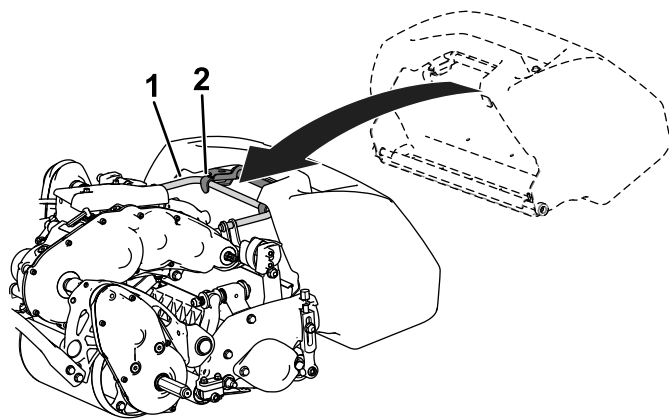

図 4
2. バスケットのリップ部をカッティングユニットの左右のサイドプレート中央部に合わせて前ローラの上にセットする 図 4。
3. フレームループの上からバスケットを取り付ける 図 4。